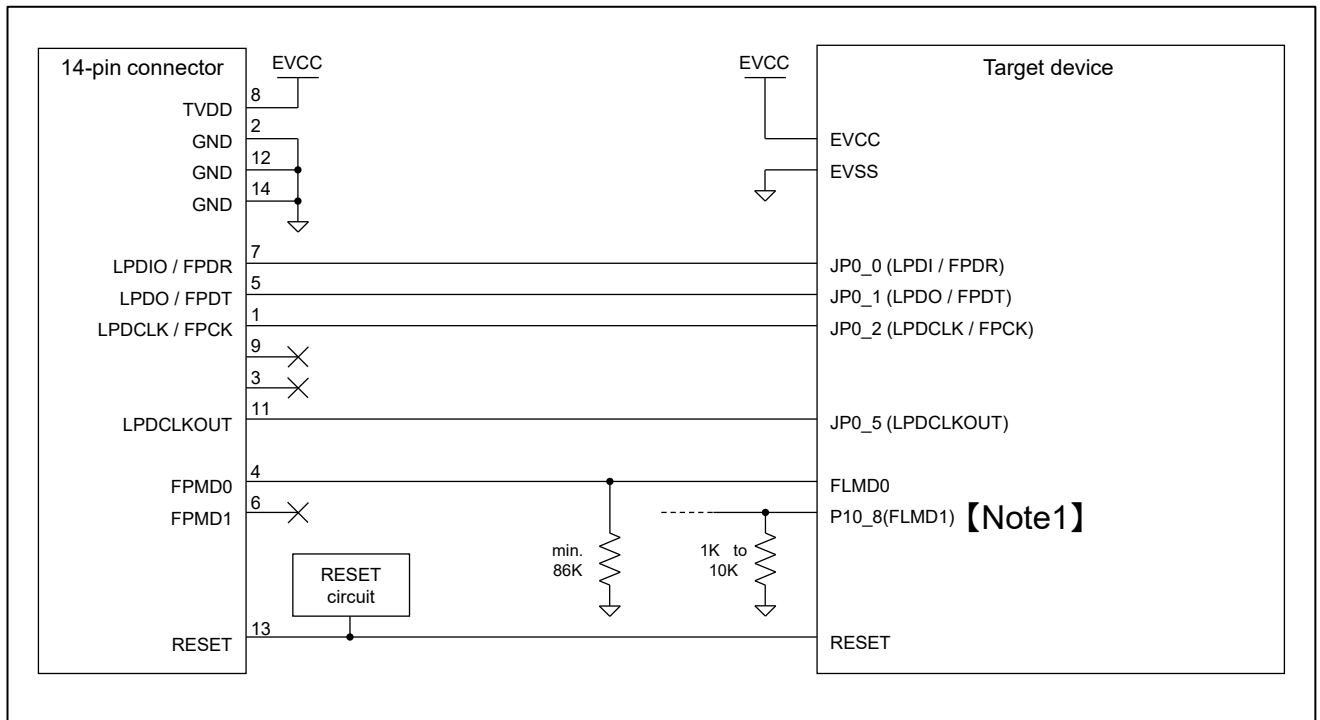

図 2-4 接続例
デバッグ (LPD4pin) とプログラミング (1wireUART または 2wireUART) の両方	図 2-4
- 【Note2】 JP0\_0のプルアップ処理は、LPD1pinを使用する際にのみ必要です。LPD1pinを使用する予定がない場合は、図 2-4に従ってください。